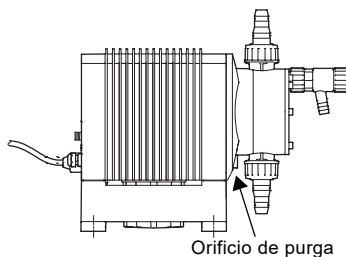

Fig. 2
- Comprobar que el orificio de purga del cabezal de dosificación esté hacia abajo, ver fig. 2.